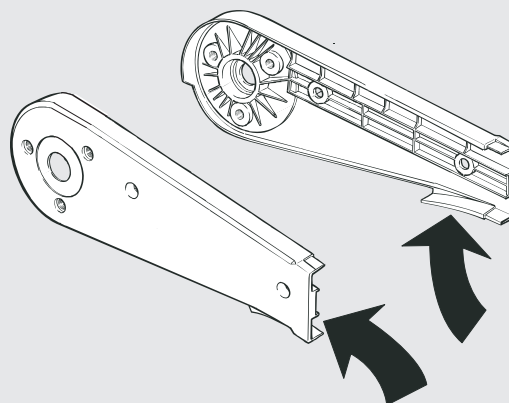

Figure 2. Guias de corrente integradas na extremidade.
- Guias integradas nas extremidades da unidade motriz (Fig. 2).